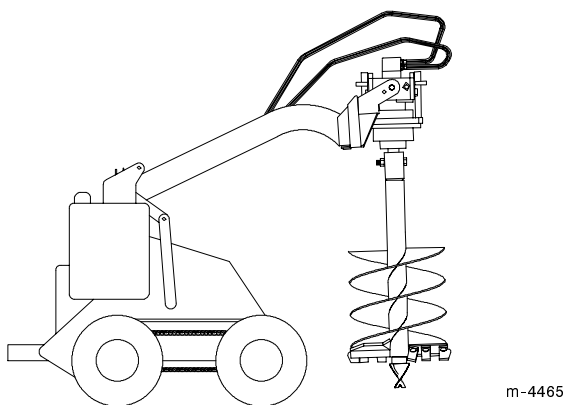

Figure 9
14. Lever la tarière jusqu'à ce qu'elle ne touche plus le sol (Fig. 9).
15. Quand la tarière est verticale, incliner la plaque de montage vers l'arrière jusqu'à ce que la tête d'entraînement touche la plaque d'accrochage afin de stabiliser la tarière et de l'empêcher de basculer librement (Fig. 9).